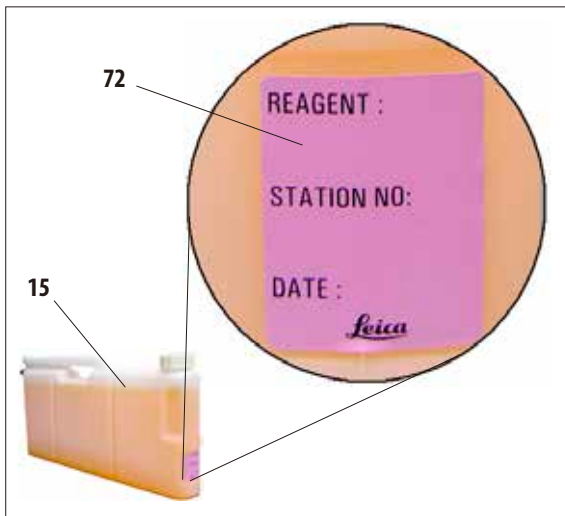

Fig. 55
Las etiquetas adhesivas (72) se pegan en la parte delantera de las botellas del sistema (15), como se muestra en la fig. 55.
En la etiqueta adhesiva se puede anotar el número de estación, así como la fecha de la puesta en servicio con el reactivo indicado en la tabla de colores (fig. 55).